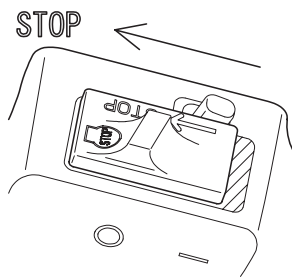

Fig.9-10
Pour arrêter le moteur, poussez la touche (H) dans sa position d'Arrêt (Fig. 9-10).